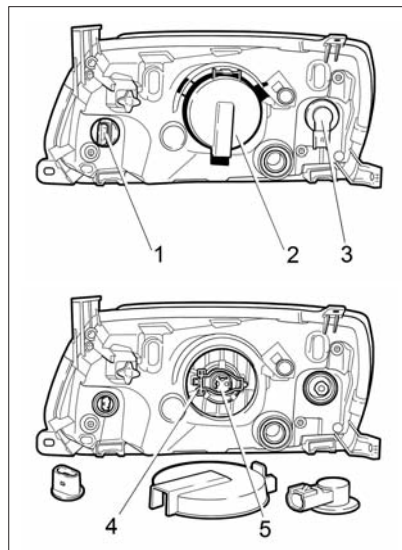

Рис. 59. Блок-фара
Для доступа к лампе ближнего/дальнего света выньте защитную крышку **2** (рис. 59), отсоедините колодку жгута проводов и снимите резиновый кожух лампы, отведите поочередно в стороны «усики» **4** пружины ламподдержателя, предварительно нажав на них, выньте лампу **5** из посадочного места рефлектора. Монтаж новой лампы проводите в обратном порядке. Все работы по установке галогеновой лампы проводите в перчатках во избежание оставления следов на колбе лампы. После установки лампы ближнего/дальнего света убедитесь в плотном прилегании резинового кожуха на цоколе лампы и корпусе блок-фары.
Рис. 59а. Задний фонарь автомобиля с кузовом «седан»
Рис. 59б. Задний фонарь автомобиля с кузовом «лифтбек»
Для снятия ламп в заднем фонаре автомобиля с кузовом «седан» (рис. 59а) проделайте следующие действия:
Рис. 59в. Снятие заглушки опоры полки
бек» (рис. 59б) проделайте следующие действия:
- нажмите пальцем через отверстие в заглушке опоры полки на защелку **1** (рис. 59в);
Рис. 59г. Боковой указатель поворота
Для замены лампы в боковом указателе поворота **1** (рис. 59г) снимите его с автомобиля. В гнезде фонарь удерживается пружиной защелкой и фиксатором.